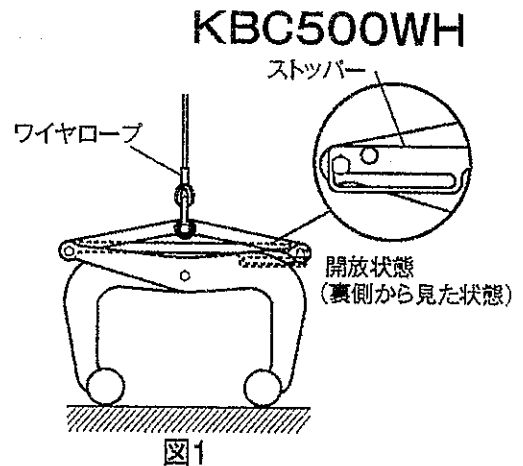
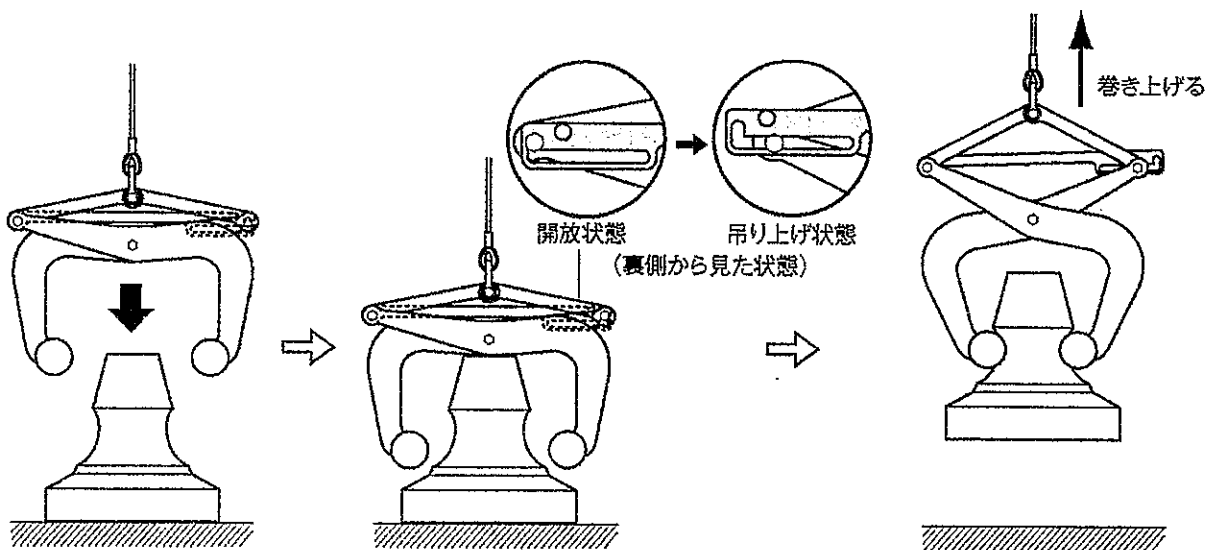

図1
図2
(1) 間知ブロックマトメ吊クランプ(以下クランプ)を付属のワイヤロープにより、クレーンフックに取り付けて下さい。ワイヤロープがねじれないようにご注意下さい。この時、ストッパーを掛けてクランプを開放状態にして下さい。(図1)
(2) 開放状態のまま、クランプを吊り上げて吊り荷上へ移動します。
(3) クランプをそのまま吊り荷上に降ろして下さい。ストッパーを手で外して吊り上げ状態にしてから、クレーンフックを巻き上げて下さい。クランプが吊り荷を吊り上げます。(図2)
(2) 図 2 のように開放状態になっていない場合は、オート本体とオート案内パイプが当たり、ワイヤロープが完全に緩むまでクレーンフックを巻き下げて下さい。(図 3)